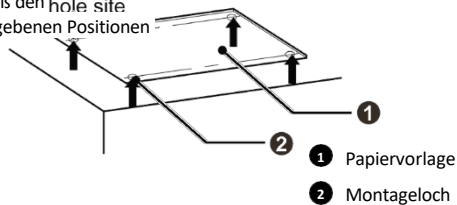
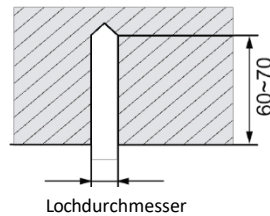

Abb. 4.1.2
Abb. 4.1.3
- 1) Kleben Sie die Markierungskarte an die Installationsposition; bohren Sie 4 Löcher entsprechend der Position der Markierung auf der Karte, wie in Abb. 4.1.2 dargestellt; der Lochdurchmesser richtet sich nach dem Durchmesser der Spreizschraube und die Tiefe beträgt 60 bis 70 mm, wie in Abb. 4.1.3 dargestellt.